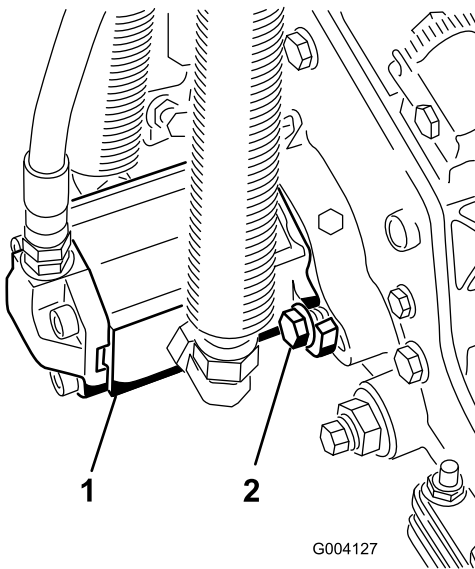

Figura 14
15. Instale o motor rodando-o no sentido dos ponteiros do relógio de forma a que as flanges do motor se afastem dos parafusos (Figura 14).